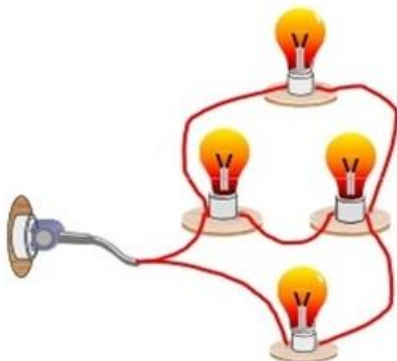

Figura 17 – Circuito em Paralelo
**Circuitos Mistos**, na verdade, são a junção de dois tipos de circuitos elétricos fundamentais: circuito em série e circuito em paralelo, figura 17.